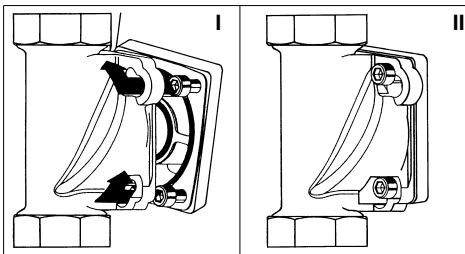

Abb. 6: Einbaudrehflansch mit Bajonett
Bajonettbohrungen hindurch gehen (siehe Abb. 6 I).
- Die Kalkschutzanlage ca. 30° im Uhrzeigersinn zurückschwenken und die vier Innensechskantschrauben festziehen (siehe Abb. 6 II).
- Die Kalkschutzanlage so an den mit „G“ (Gerät) gekennzeichneten Flansch des Umgehungsventils ansetzen, dass die Schraubenköpfe durch die Bajonettbohrungen hindurchgehen (siehe Abb. 6 I).
- Die vier Innensechskantschrauben M6 fest anziehen (siehe Abb. 6 II).